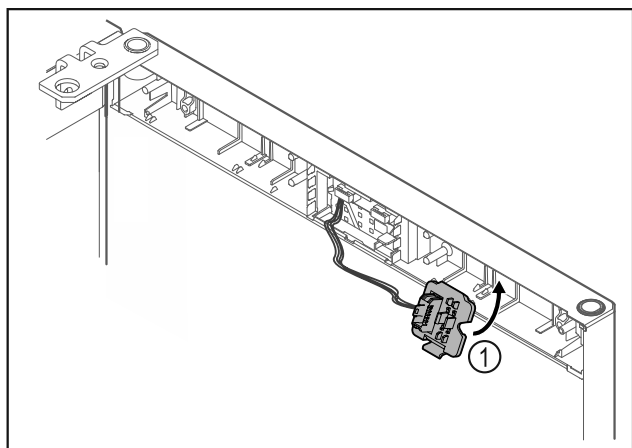

Fig. 25
- ▶ Zatrzasnąć uchwyt wtyczki Fig. 25 (1) po przeciwnej stronie.